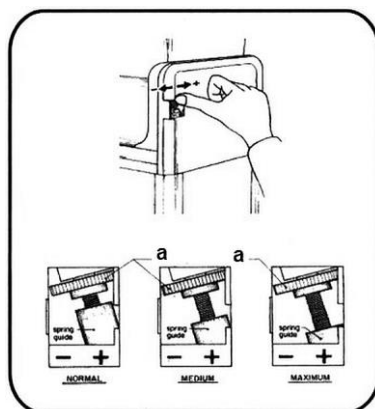

Fig. 3
1. För mjölk eller andra produkter som kräver längre tid att frysa, ändra inställningen till **"medium"** eller **"maximum"** genom att vrida justeringshjulet (**a**) i "+"-riktningen, som visas i Fig. 3.